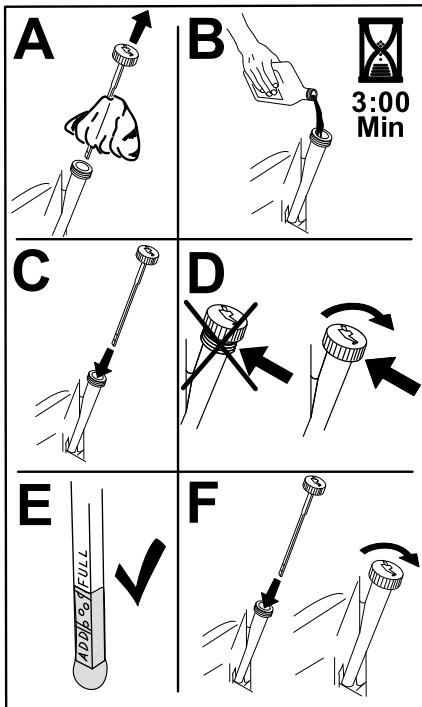

Figura 42
6. Versate lentamente circa l'80% dell'olio indicato nel tubo di rifornimento e sempre con cautela rabboccate l'olio necessario per portarlo alla tacca di Pieno (Figura 42).